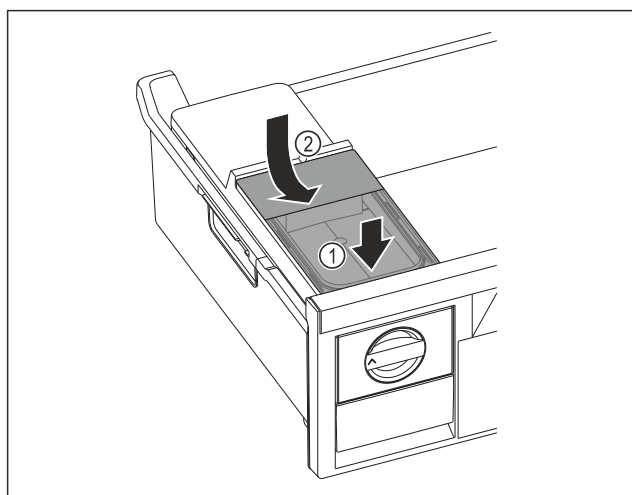

Fig. 68
- ▶ Zbiornik wody wsunąć od przodu. Fig. 68 (1)
- ▶ Zbiornik wody opuścić z tyłu. Fig. 68 (2)